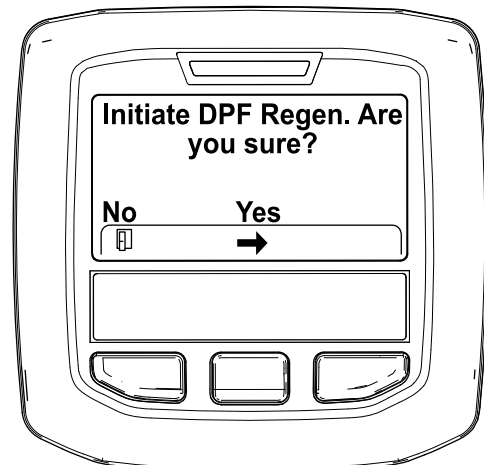

Figura 51
4. Quando surgir a mensagem "Initiate DPF Regen. Are you sure?" (Iniciar Regen. DFP. Tem a certeza?), prima o botão central (Figura 51).